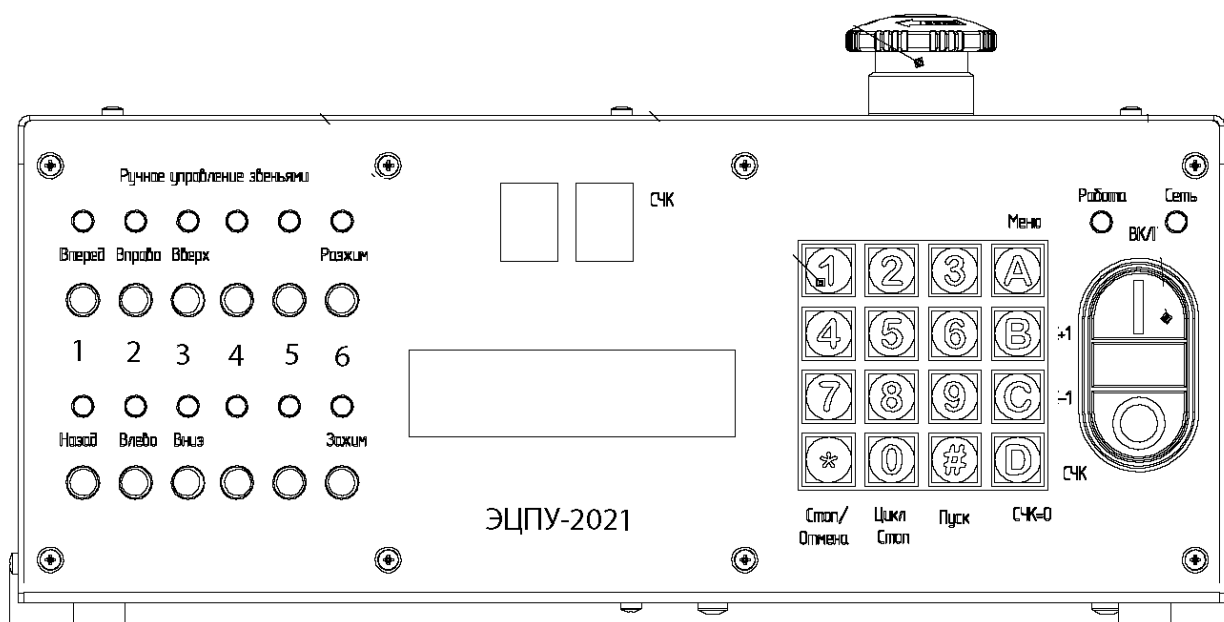

Рис. 5.1
5.1 При подготовке устройства к работе ознакомьтесь с пультом управления (рис. 5.1).